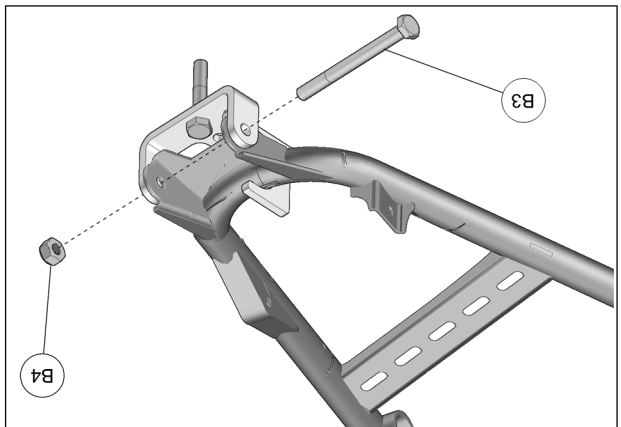

Fig. 9
8. Insérer le nouveau boulon M10x110 mm (B3) à l'ancrage, au bras de suspension inférieur et au moyeu de roue. Fixer l'écrou M10 (B4) sur le boulon. Voir Fig. 9